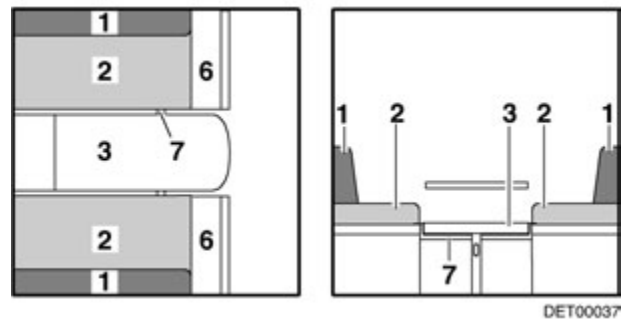

Fig. 85 Durante la transformación
- Plegar la prolongación del banco de asiento (Fig. 85,6) hacia arriba y colocar una cuña con la trampilla.